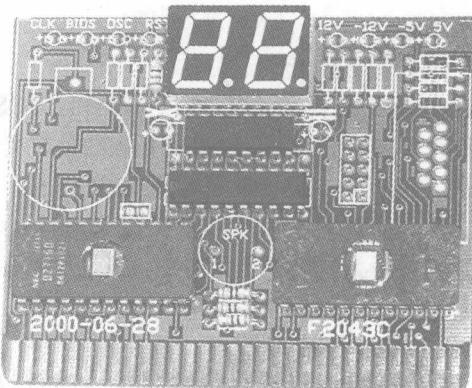

图 1-1 台式机适用的 DEBUG 卡
(2) 开机无显示时用 POST 卡 (DEBUG 卡) 检查硬件最小系统中的部件是否正常，如图 1-1 所示。